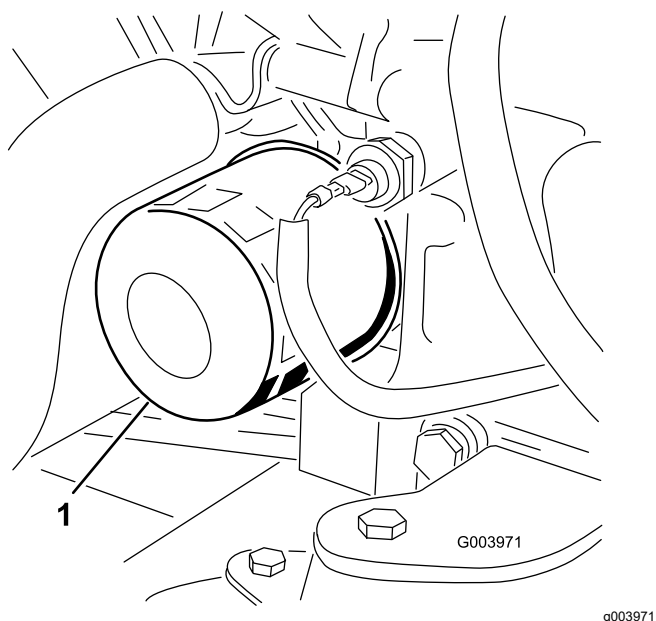

Figura 79
3. Retire o filtro do óleo (Figura 79).